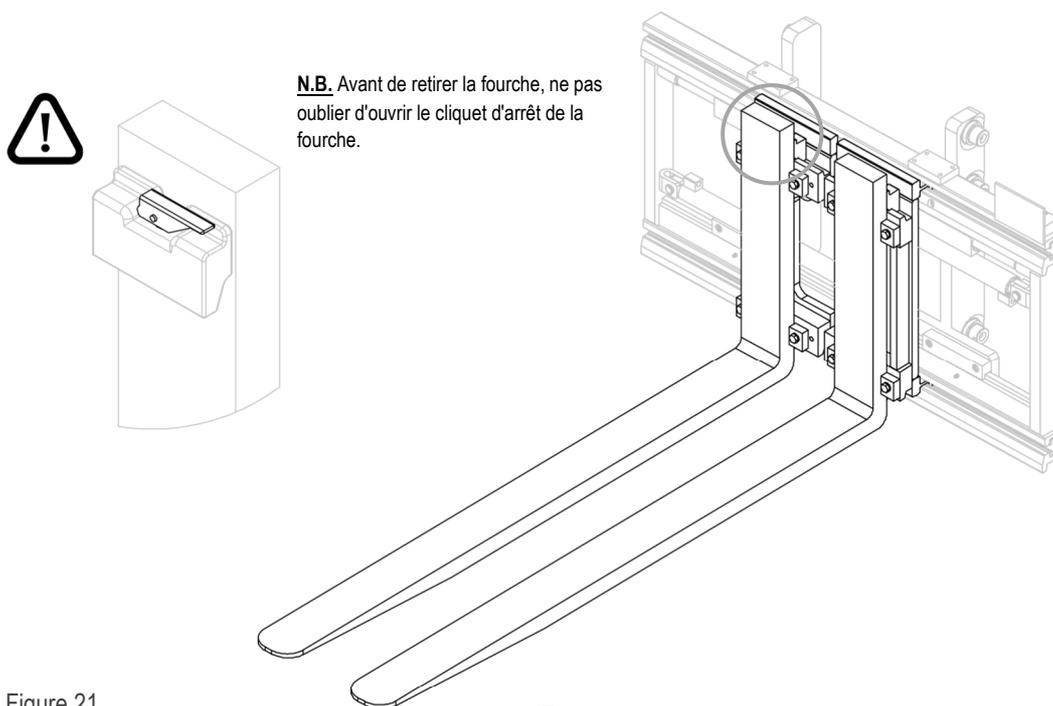
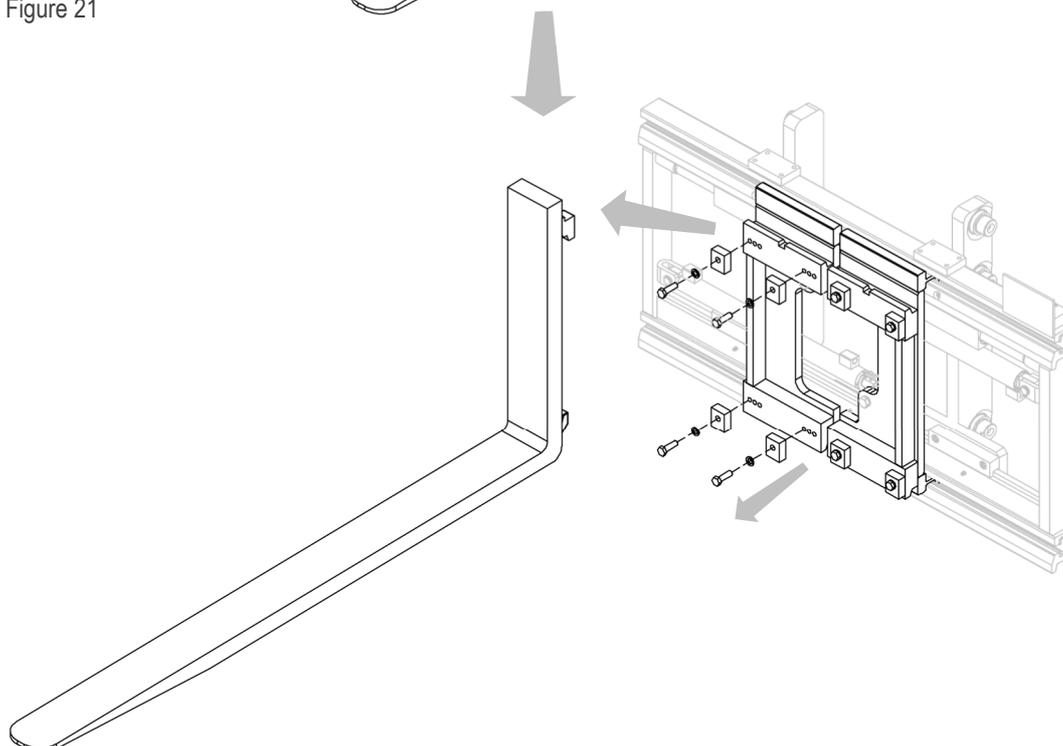

Figure 21
Figure 22
2. Retirer les fourches après avoir retiré les butées de fourche correspondantes (voir *Figure 21* et *Figure 22*).